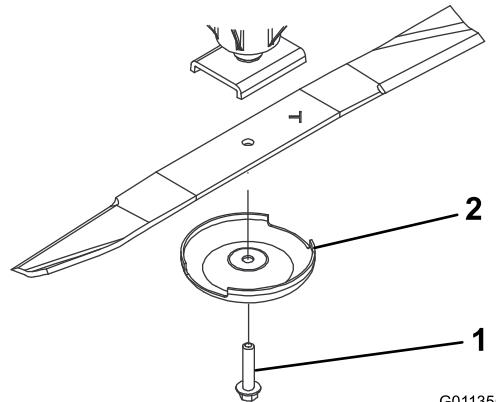

図 16
3. スピンドルのシャフトからブレードボルト、芝削り防止カップ、ブレードを取り外す図 16。